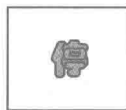

图 1-1 危险符号
- (1) 危险：该符号提醒人们注意高度危险的人身伤害，必须随时遵守，如图 1-1 所示。